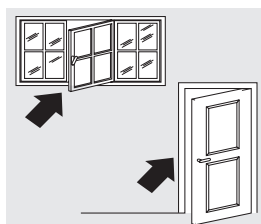

рис. 15
1. Закройте окна и двери в помещении с кондиционером (рис. 15). При установке прибора на длительный период времени, следует оставить входную дверь слегка приоткрытой (на 1 см), чтобы обеспечить правильную воздушную вентиляцию.